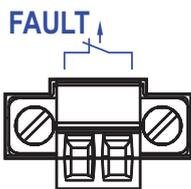

Abb. 13: 2poliger Klemmblock
- ▶ Der Meldekontakt („FAULT“, Pinbelegung siehe \(siehe Abb. 13\) dient der Funktionsüberwachung des Gerätes und ermöglicht damit eine Ferndiagnose. Die Art der Funktionsüberwachung können Sie im Management festlegen.